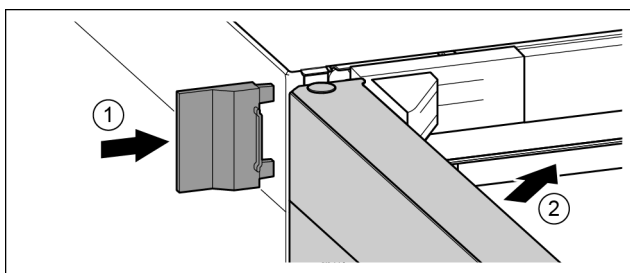

Fig. 25
- ▶ Nasuňte vonkajší kryt. Fig. 25 (1)
- ▶ Zatvorte vrchné dvere. Fig. 25 (2)